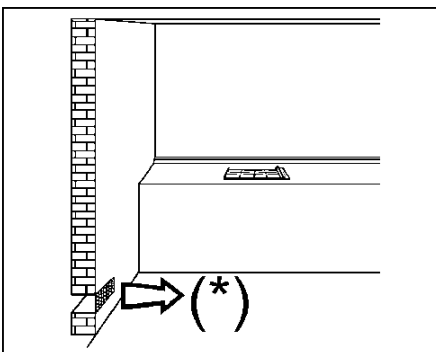
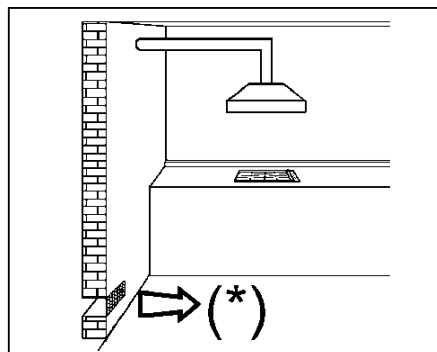
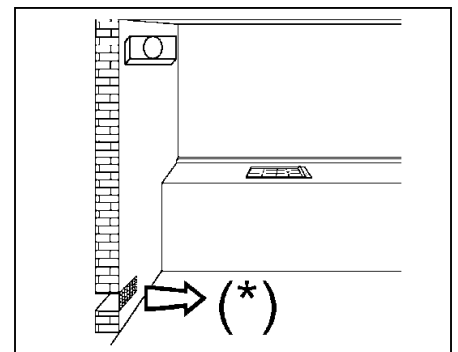

FIG. 3
FIG. 4
FIG. 5
- el uso de un aparato de cocción a gas produce calor y humedad en el local donde está instalado. Es necesario, por lo tanto, asegurar una buena aireación del local manteniendo libre la abertura de ventilación natural (fig. 3) y activando el dispositivo de ventilación (campana de aspiración o electroventilador fig. 4 y fig. 5).